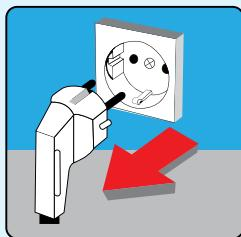

FIGURA 14
- Togliere il tappo dal potere del loro prodotto. (Figura 14)